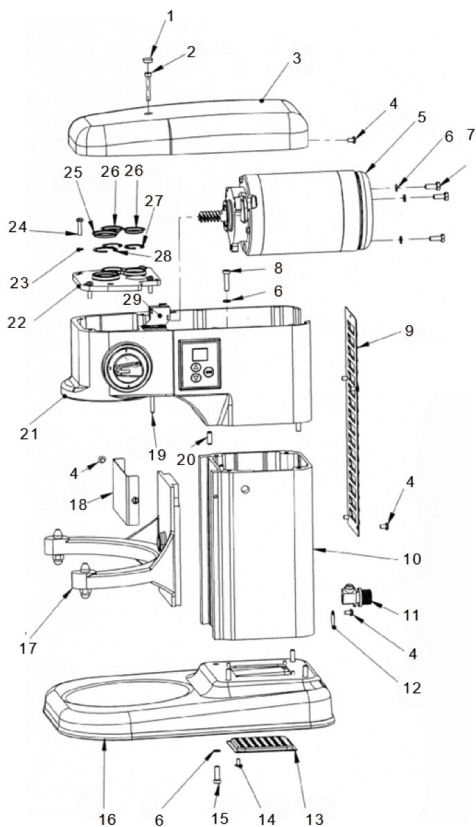

Рис. 1 Основной корпус устройства
- Основной корпус устройства (Рис. 1);
## Список деталей устройства, указанных на Рис. 1